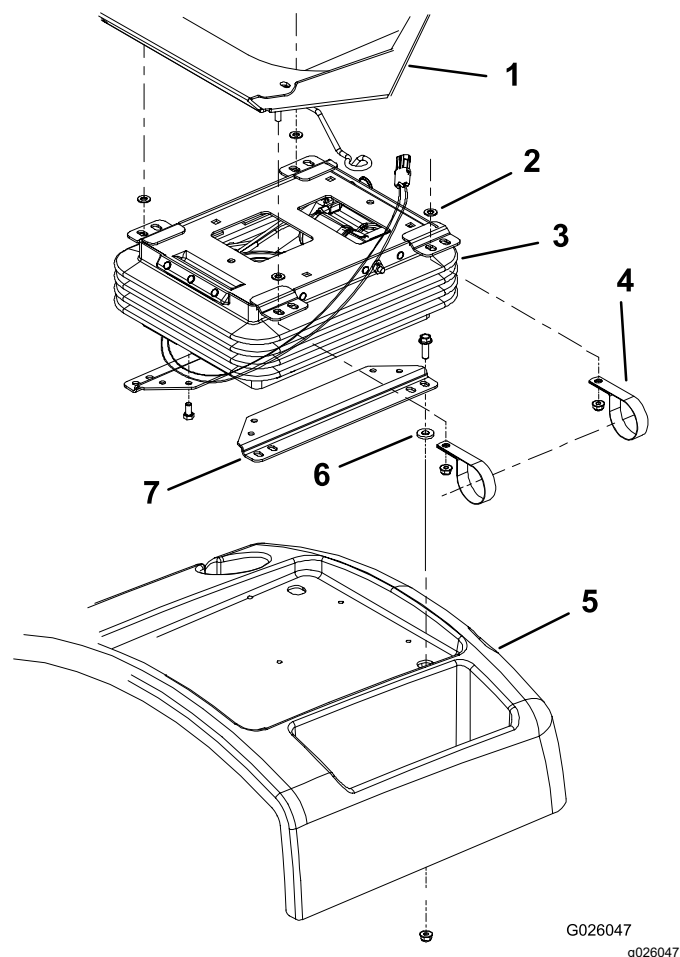

図 2
5. 座席アジャスタとマニュアルチューブクランプを座席サスペンションに固定しているナット4個を外す 図 2。
7. 下部座席ブラケットを座席ベースに固定しているボルト4本、スペーサとナットを取り外す 図 2。
9. 座席サスペンションを下部座席ブラケットに固定しているボルト4本を取り外す 図 2。
1. 先ほど取り外したボルト4本を使用して、下部座席ブラケットにエアライドシートサスペンションを固定する 図 2。
2. 下部座席ブラケットを座席ベースにに取り付ける先ほど外したボルトとスペーサとナット各4を使用する 図 2。
3. 座席サスペンションに座席アセンブリをセットする。サスペンションにセットする前に、アジャスタのスタッドのそれぞれにワッシャが入っていることを確認する 図 2。
4. 先ほど外したナット4個を使用して、シートアジャスタとマニュアルチューブ クランプをシート サスペンションに固定する。 図 2。